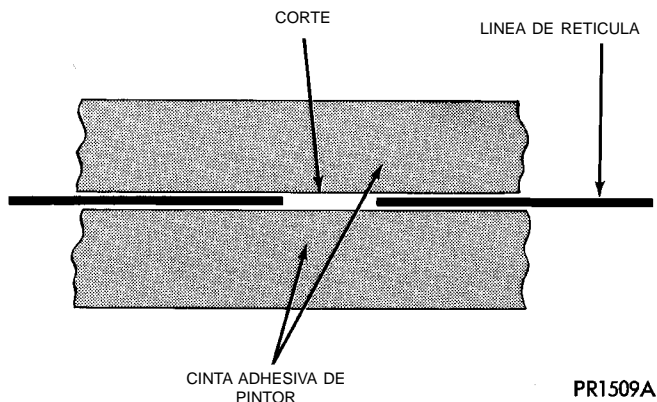

Fig. 2 Reparación de una línea de retícula - característica
(1) Cubra la zona que se va a reparar de modo que el epoxi conductor pueda aplicarse en forma prolija. Extienda el epoxi aplicado a la línea de la retícula o la barra colectora a ambos lados del corte (Fig. 2).
(2) Siga las instrucciones del juego de reparación para preparar la zona dañada.
(3) Retire la abrazadera del envase y mezcle completamente los dos componentes del epoxi conductor dentro del paquete. Doble por la mitad y corte el ángulo central para dosificar el epoxi.
(4) Para reparar las líneas de la retícula cubra la zona que desea reparar con cinta adhesiva o una plantilla.
(5) Aplique el epoxi conductor en toda la hendidura de la cinta adhesiva o la plantilla. Sobreponga el epoxi aproximadamente 19 mm (0,75 pulgadas) a ambos extremos del corte.